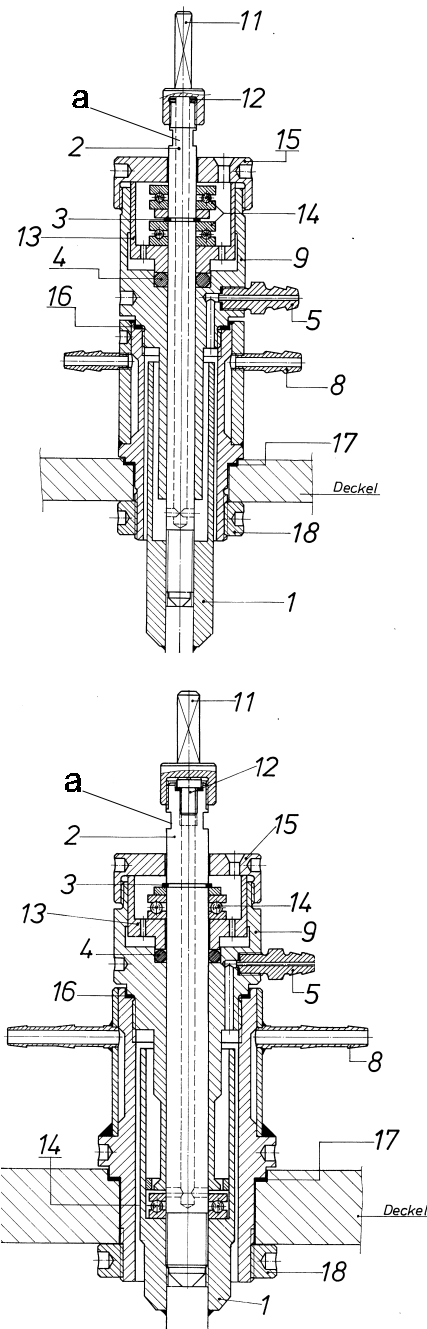
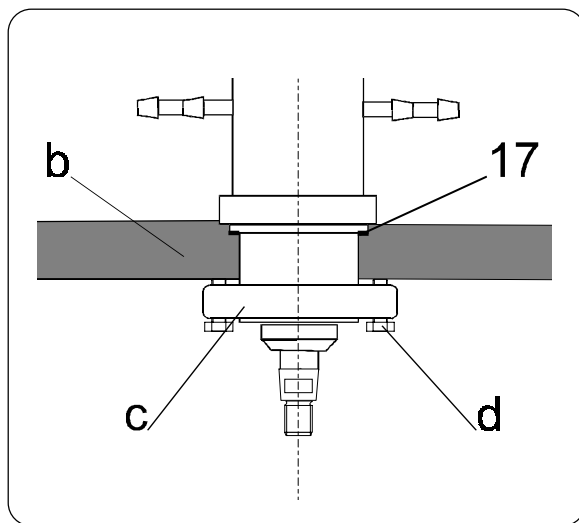

Bild 13
Bild 14
Bemerkung: Schraubflansch (18) in Bild 13 der Rührverschlüsse wurde bei neueren Modellen gegen einen anderen Schraubflansch (c) ausgetauscht siehe hierzu Bild 14
- Dichtung (17) austauschen
Siehe hierzu Bild 13